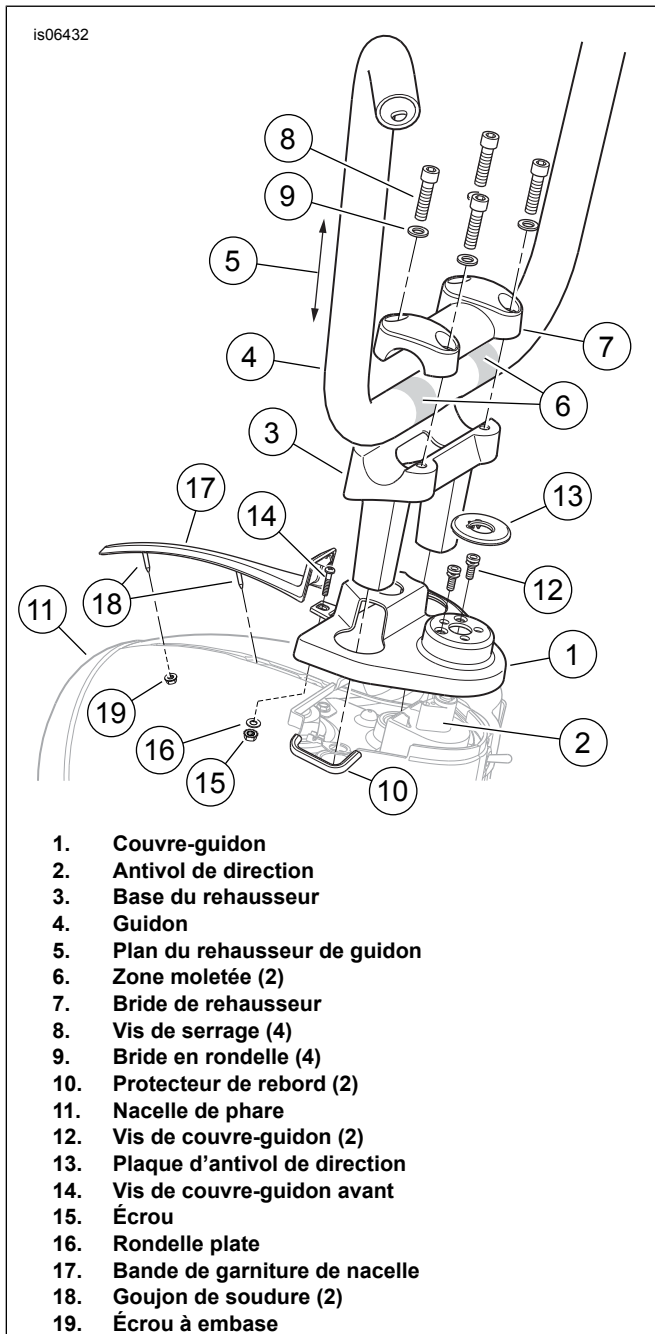

Figure 8. Configuration du rehausseur de guidon Ape FLHR
- b. **Modèles Road King** : Consultez Figure 8 . Placer le couvre-guidon (1), orienté comme illustré, sur le verrou de fourche (2).
- c. Insérer les pattes de la base du rehausseur (3) dans les trous du couvre-guidon et fixer le rehausseur avec les boulons de montage retirés antérieurement. Ne pas serrer complètement à cette étape.
- Consultez Figure 8 . Pour éviter de possibles dommages à la conduite de frein, vérifier que les protecteurs latéraux (10) demeurent installés sur les rebords intérieurs de la nacelle de phare (11). Remplacer les protecteurs de rebords s'ils sont manquants, craqués ou endommagés.
- Consultez Figure 8 . Fixer le **nouveau** couvre-guidon (1) sur le mécanisme du verrou de fourche (2). **Pour les modèles nord-américains et les modèles internationaux 2014 et ultérieurs** : utiliser les deux vis à tête plate (12) retirées antérieurement. Serrer les vis à tête fraisée. **Pour les modèles 2013 et antérieurs de l'Australie, du Brésil, de l'Angleterre et du Japon** : utiliser deux **nouvelles** vis spéciales (no de pièce H-D 2935A, achetées séparément). Serrer les vis (12) jusqu'à ce que les têtes de rupture se détachent.
- Appuyer sur la plaque d'antivol de direction d'origine (13) pour la positionner sur le couvre-guidon.
- Insérer la vis (14, retirée antérieurement) à travers le trou à l'avant du couvre-guidon et au dessus de la nacelle du phare (11). Accéder à l'intérieur de la nacelle et installer l'écrou (15) et la rondelle plate(16) sur les fils de la vis. Serrer.